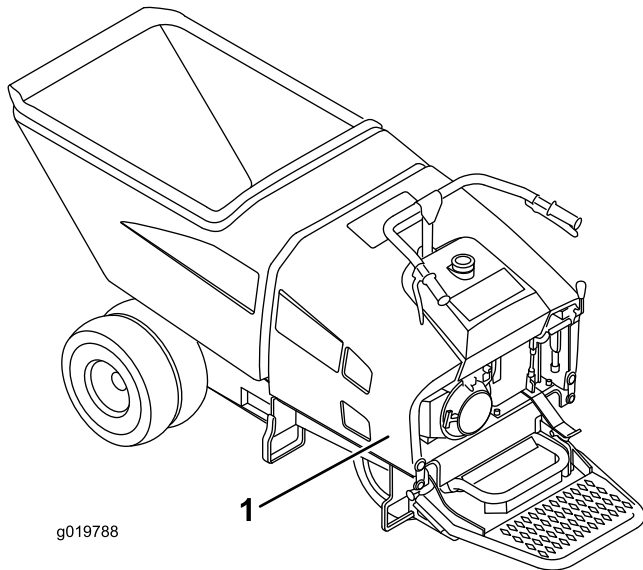

Figure 17
1. Avant de déposer l'auvent (Figure 17), arrêtez le moteur et laissez-le refroidir.